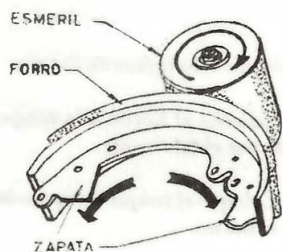

Fig. 3
c. Rectifique la superficie de trabajo de los forros de frenos (fig. 3).